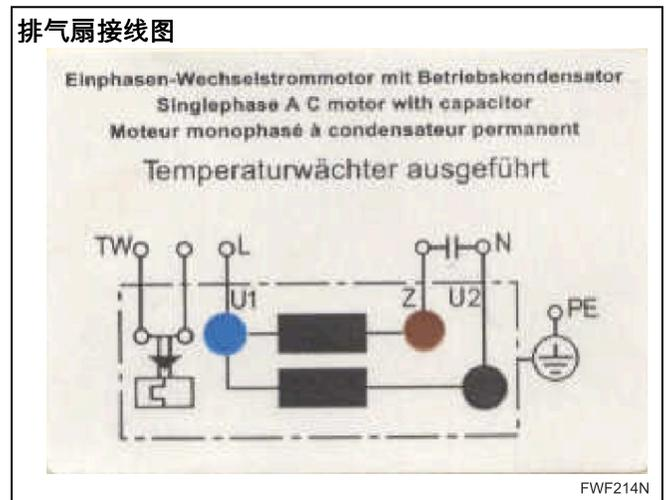

图 54
- 主排气扇采用径向结构，风扇叶片向后弯曲，并带有集成式单相感应电机。且温度保护设备被集成在电机绕组中（参见图 54）。